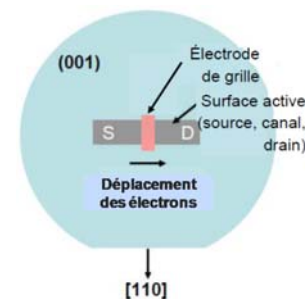

Figure 8.1.
- 1.1. La performance d'un MOSFET dépend fortement de l'orientation cristallographique de la surface du canal ainsi que de la direction du courant (Figure 8.1). Ainsi pour un MOSFET à canal N, dans lequel le courant est dû aux électrons, une surface de canal à basse densité atomique est préférable pour obtenir de meilleures performances du transistor.
- 1.2. Lors de la fabrication d'un circuit intégré, l'orientation cristalline de la surface du canal est contrôlée avec précision en découpant les *wafers* de silicium le long des plans (001) et en indiquant par un méplat la direction [110] (Figure 8.1). Quelle est la direction du courant ?